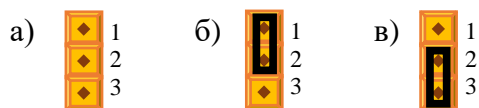
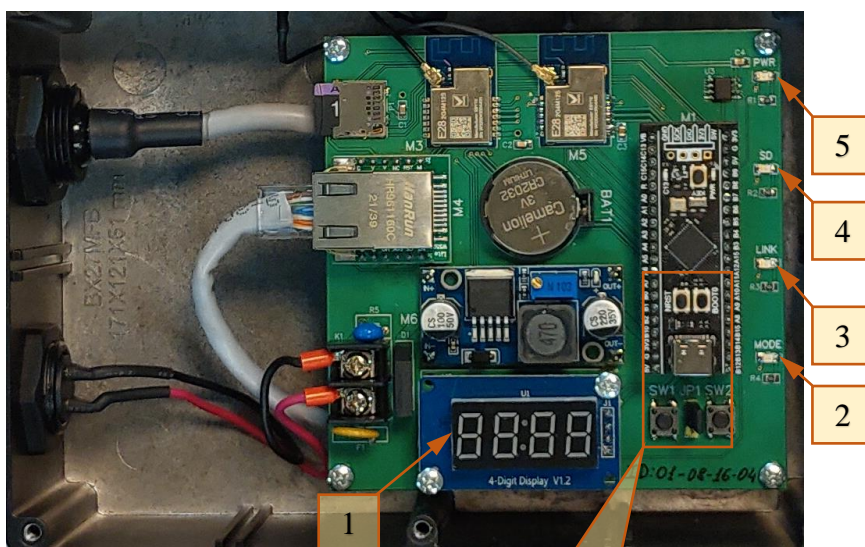
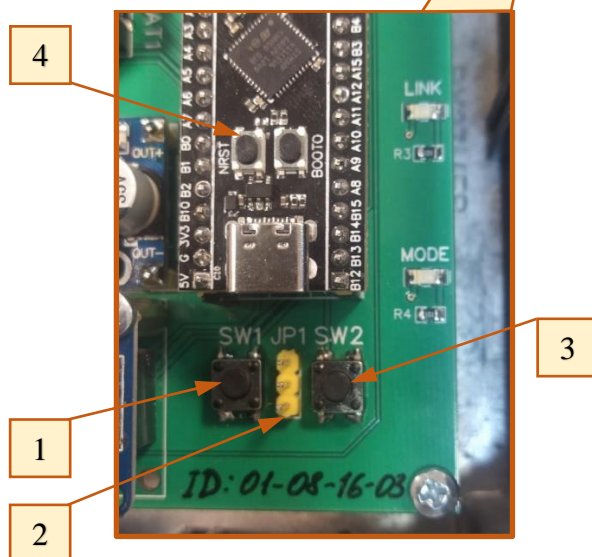

Рисунок 7
Рисунок 8
Рисунок 9
Для определения режима работы БС предусмотрены четыре светодиодных индикатора (см. **Рисунок 2**, поз. 1; **Рисунок 8**, позиции 2...5).
- установить переключку JP1 (см. **Рисунок 9**, поз. 2) в положение 2-3 (см. **Рисунок 7в**).
- нажать и отпустить кнопку «NRST» (см. **Рисунок 9**, поз. 4);
- после появления на цифровом индикаторе (см. **Рисунок 8**, поз. 1) бегущей строки «rESEt nEt PrESS Sb2» нажать и удерживать кнопку SW2 (см. **Рисунок 9**, поз. 3);
- установить переключку JP1 в положение 1-2 (см. **Рисунок 7б**);
- если на цифровом индикаторе надпись «ЗАГР» не изменится в течении пяти секунд на «РАБ», нажать и отпустить кнопку «NRST» (см. **Рисунок 9**, поз. 4);
- перевести базовую станцию в режим «Настройка» при помощи ТПО (см. пункт 4.2.3) или нажав и удерживая кнопку SW1 (см. **Рисунок 9**, поз. 1) в течении пяти секунд до появления на цифровом индикаторе (см. **Рисунок 8**, поз. 1) надписи «0»;